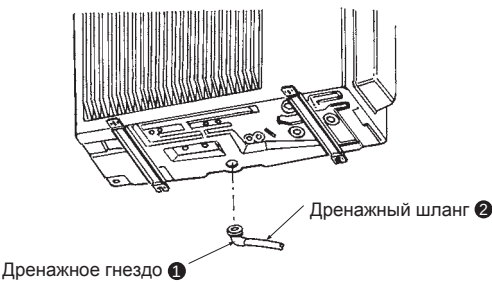

Fig. 4-1
4. Дренажный трубопровод для наружного прибора (Fig. 4-1)